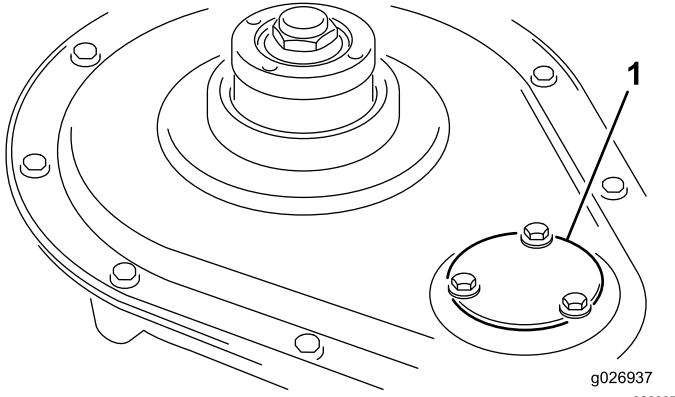

Figura 17
3. Rimuovete la protezione del pignone del cilindro (Figura 17).